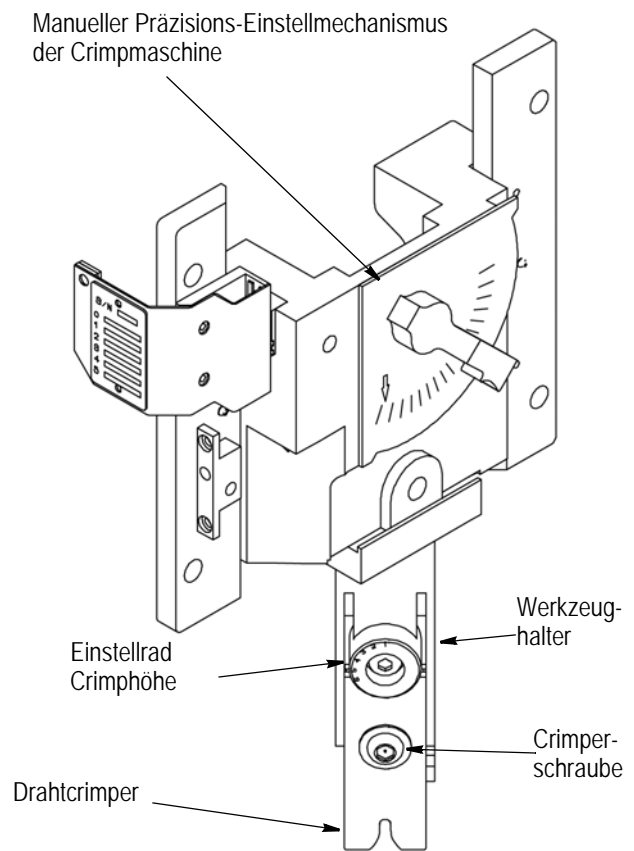

Abbildung 7
4. Lösen Sie die Crimperschraube (Abbildung 7).
5. Drehen Sie das Crimphöheneinstellrad (Abbildung 7) um eine Position. Drehen Sie das Einstellrad zum Verkleinern der Crimphöhe zur kleineren Zahl. Drehen Sie das Einstellrad zum Vergrößern der Crimphöhe zur größeren Zahl.